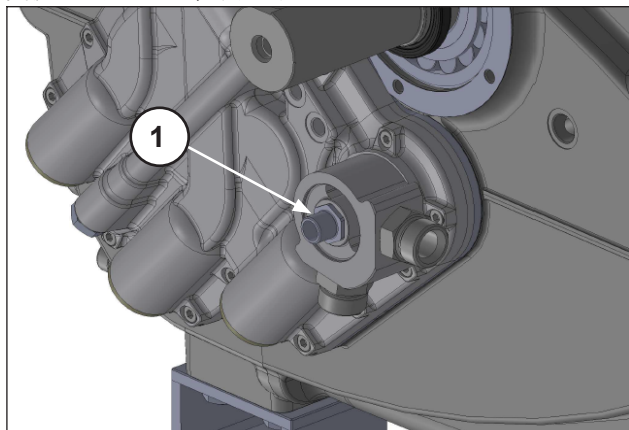
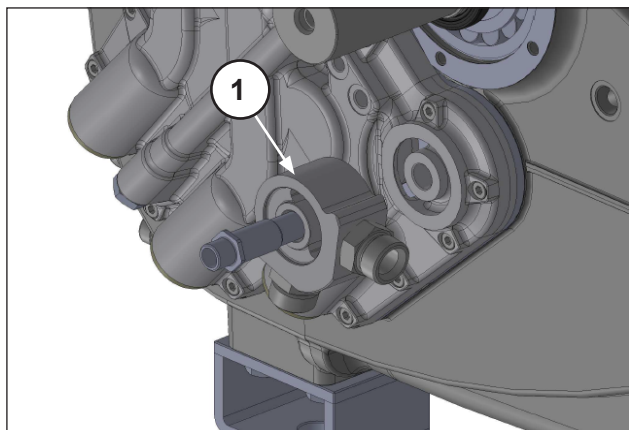

图 19
图 20
拧松机油滤清器交换器接头 (①, 图 19) 并拆下机油空气交换器适配器 (①, 图 20)。